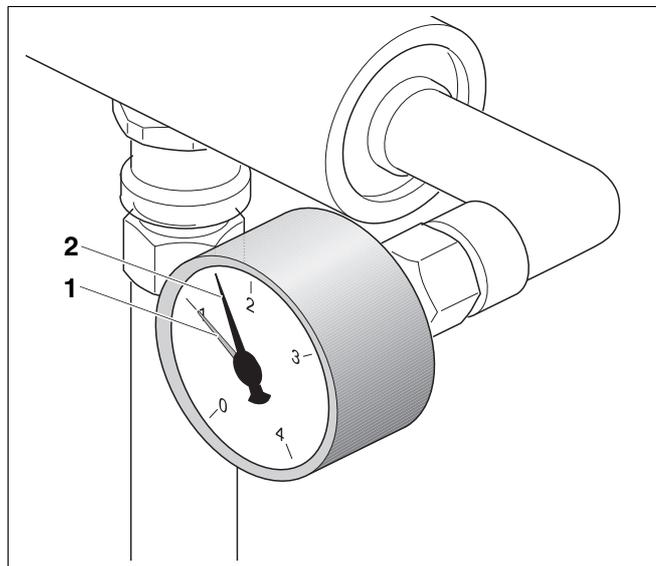

Fig. 71 Manometro per impianti di riscaldamento chiusi
La lancetta rossa (fig. 71, **pos. 1**) del manometro deve essere impostata sulla pressione necessaria per l'impianto di riscaldamento.
Se la lancetta del manometro (fig. 71, **pos. 2**) scende sotto la lancetta rossa (fig. 71, **pos. 1**), la pressione dell'acqua dell'impianto di riscaldamento è troppo bassa. È necessario rabboccare acqua nell'impianto.